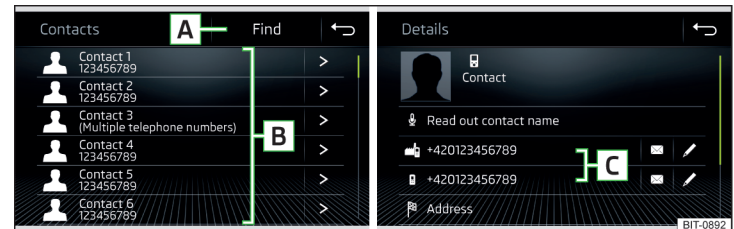

Abb. 190 Liste der Telefonkontakte / Kontaktdetails
- › Im Hauptmenü *Telefon* die Funktionsfläche  antippen, es wird eine Liste der Telefonkontakte angezeigt » **Abb. 190**.